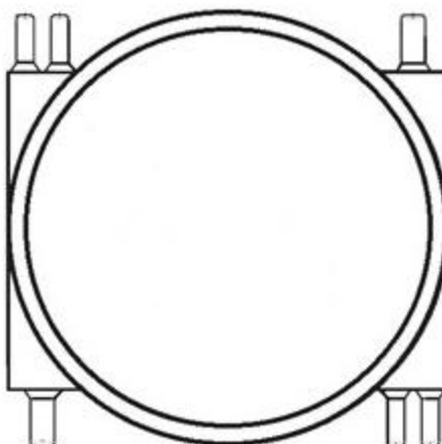

Рис. 2. Вид камеры КОТ-2-ССД сверху. Крышка снята.
2.2. На корпусе камеры с двух сторон размещаются площадки, из которых выходят кабельные патрубки, по три с каждой стороны: 2 ввода – 55/41 мм; 4 ввода – 40/26 мм (внешний/внутренний диаметры, рис.2).